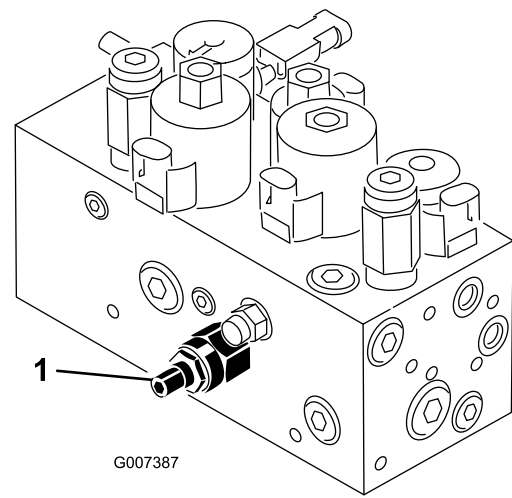

Рисунок 49
Гидравлический контур подъема и опускания режущих блоков оснащен клапаном-регулятором расхода (Рисунок 49). Этот клапан настроен на заводе-изготовителе, но может потребоваться регулировка для компенсации различий в температурах гидравлического масла, скоростей скашивания, в навесном оборудовании и т.п. При необходимости отрегулируйте его следующим образом:
1. Поднимите сиденье и найдите клапан-регулятор расхода (Рисунок 49) для средней тяговой рамы, расположенный на боковой стороне гидравлического коллектора.